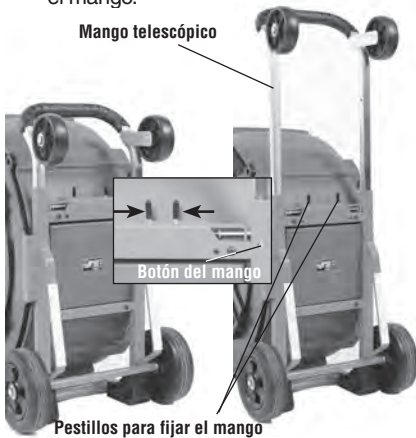

Figura 4 – Ajuste del mango telescópico
6. Transporte la limpiadora de desagües al lugar de trabajo, siguiendo una senda despejada. Ajuste el mango si fuera necesario (*Figura 4*). Acerque los pestillos del mango y ajuste el mango telescópico hasta lograr la posición deseada. Confirme que los pestillos estén conectados y que el mango esté firme. Si el mango se extiende más allá de los agujeros de los pestillos, los botones del mango impedirán que se desprenda el mango de la máquina. Si llegara a salirse el mango, oprima los botones para volver a colocar el mango.